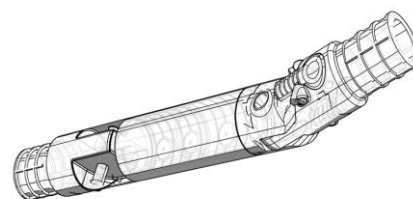

Fig. 2
**flexilock** est un nouveau dispositif de fermeture équipé d'un bras articulé amovible qui (fig. 2), de par sa forme particulière et son positionnement excentré permet aux sauveteurs d'utiliser la civière dans toutes les situations difficiles à cause de la conformation du terrain et de relever les victimes dans des espaces confinés et/ou hostiles où il serait quasiment impossible d'utiliser une civière cuillère normale.